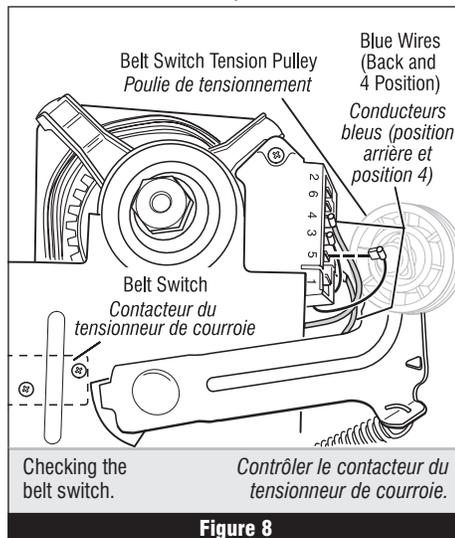

Figure 8
8. Check the belt switch by measuring resistance between the two blue wires, as shown in figure 8, while pushing up the belt switch tension pulley.
8. Contrôler le contacteur du tensionneur de courroie : mesurer la résistance entre les deux conducteurs bleus (voir la figure 8), tout en poussant vers le haut la poulie de tensionnement.